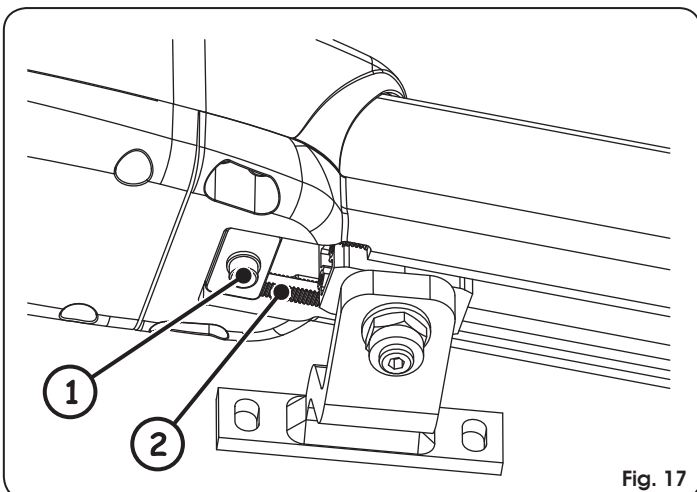

Fig. 17
⚠ Det mekaniska stoppet arbetar kopplat till en kuggad sektion, Fig. 17 ref. ②, och om det förekommer hinder under rörelsen ska man försäkra sig om att denna koppling är fri. FORCERA INTE.